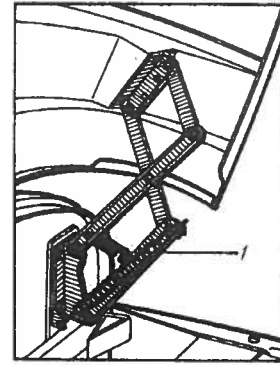

Рис. 4. Предохранитель механизма подъема капота:
4. При обслуживании двигателя механизм подъема капота необходимо зафиксировать предохранительным крючком 1 (рис. 4).